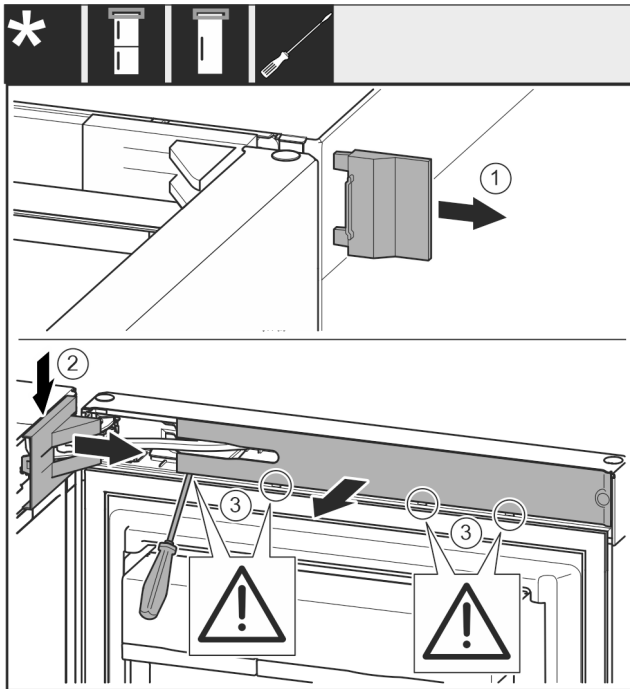

Fig. 7
- ▶ Retirer le cache extérieur. Fig. 7 (1)
- ▶ Détacher et libérer le cache du support de palier. Retirer le cache du support de palier. Fig. 7 (2)
- ▶ Dégager le cache avec le tournevis et l'incliner sur le côté. Fig. 7 (3)